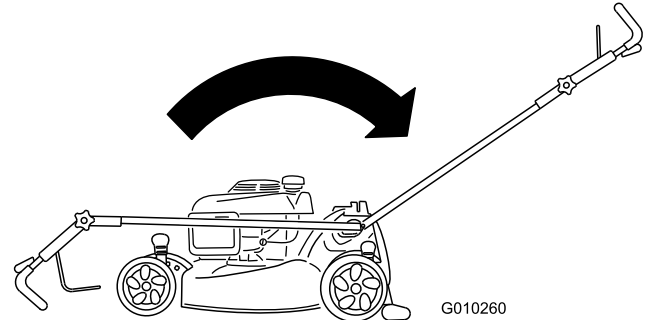

Figura 53
2. Mueva el manillar a la posición vertical (Figura 53).